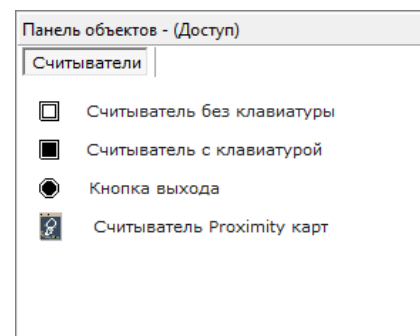

Рисунок 6-499 Панель объектов - Доступ для считывателя
- «Считыватели» (см. Рисунок 6-499) – при выборе объекта «Считыватель».